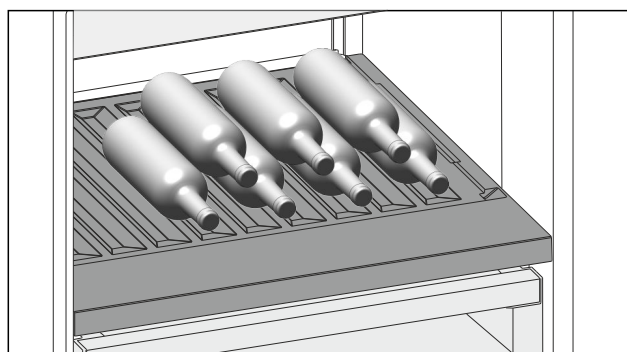

Fig. 163 Immagine a titolo di esempio
- ▶ Inserire le bottiglie con il fondo rivolto verso la parte posteriore. (vedere Fig. 163)